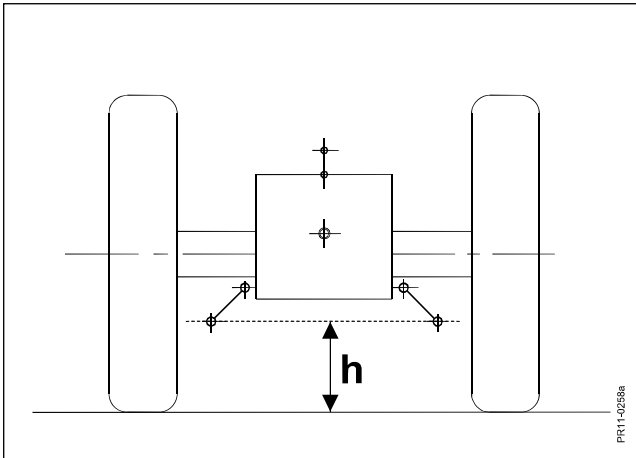

Fig. 2-10
- Fig. 2-10 1) Justér traktorens liftarme, så de er i samme højde **h** over jorden.